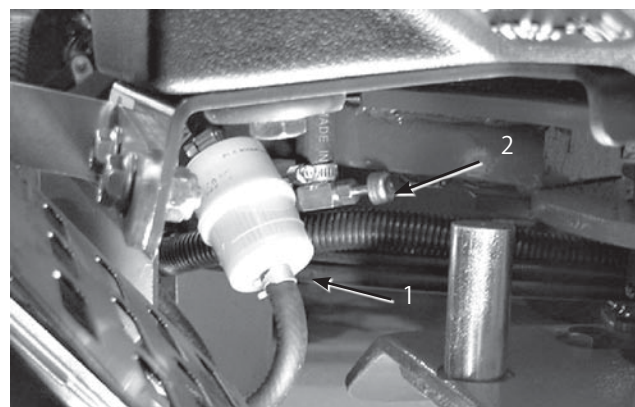

図50
3. 燃料バルブ (図50) を閉じる。
4. フィルタを固定しているホース・クランプをゆるめ、クランプをフィルタからずらす (図50)。
6. 新しいフィルタを取り付け、ホースをつないでクランプで固定する (図50)。
8. 燃料バルブ (図50) を閉じる。
2. 燃料バルブ (図50) を閉じる。
3. フィルタを固定しているホース・クランプをゆるめ、クランプをフィルタからはずす (図50)。
4. 燃料ラインからフィルタを外す (図50)。燃料バルブを開き、排出される燃料を容器に受ける。
5. 燃料ラインにフィルタを接続する。クランプで固定する (図 50)。